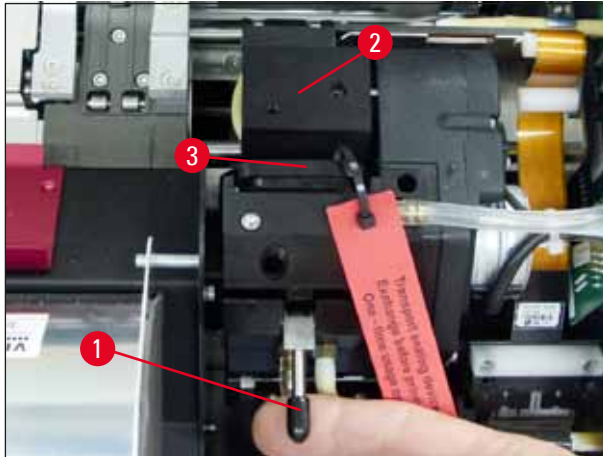

Fig. 34
4. O cabeçote de impressão (→ "Fig. 34-2") se move para cima até uma posição de aprox. 1 cm de distância do lábio de vedação (→ "Fig. 34").